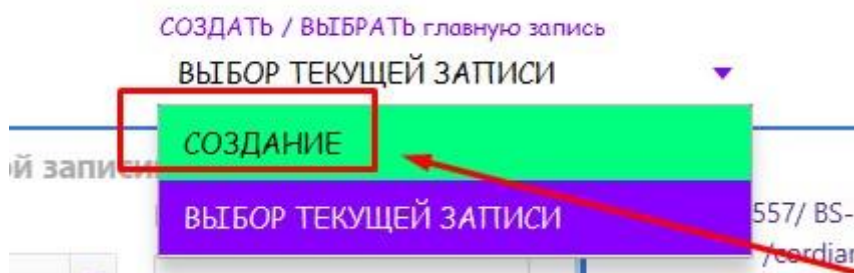

Рисунок 2.24 – Режим «создание»
- 1) в выпадающем списке выбрать параметр **«создание»** (рисунок 2.24);